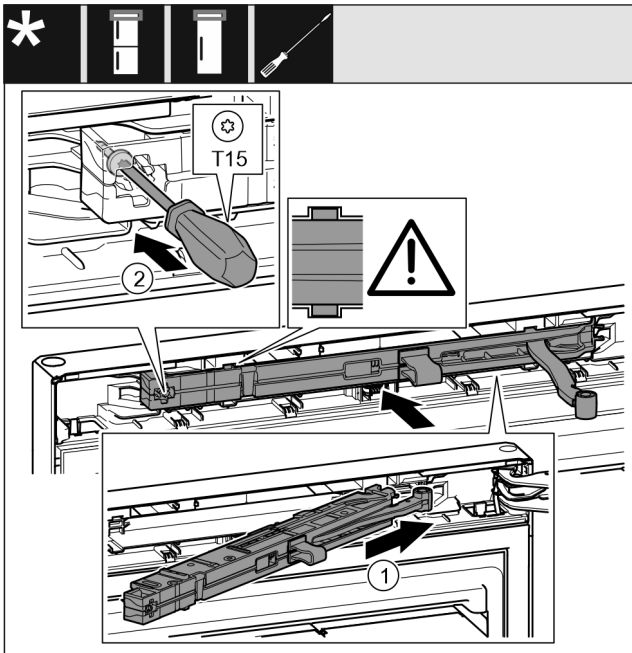

Fig. 25
- ▶ Työnnä sulkuvaimenninyksikkö laakeripukin puolella vinosti aukkoon rajoittimeen asti. Fig. 25 (1)
- ▶ Kiristä ruuvi T15-ruuvimeisselillä. Fig. 25 (2)